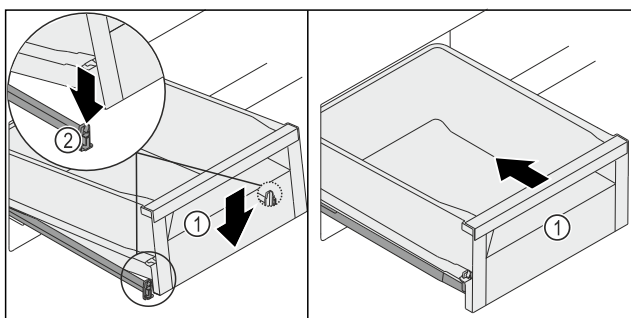

Fig. 249
- ▶ Zásuvku Fig. 249 (1) vpředu spusťte dolů tak, aby se zásuvka zasunula vlevo a vpravo do svorky Fig. 249 (2).
- ▶ Zásuvka Fig. 249 (1) slyšitelně zacvakne.
- ▶ Zásuvku Fig. 249 (1) zasuňte.